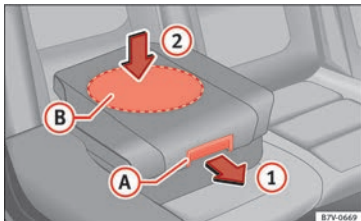

Abb. 97 Integrierter Kindersitz: Sitzpolster zurückklappen.
- Sitzpolster am Entriegelungshebel » Abb. 97 A in Pfeilrichtung 1 nach vorn ziehen.
Beim Zurückklappen des integrierten Kindersitzes nur in der Mitte auf das Sitzpolster drücken » Abb. 97 2. Andernfalls kann sich das Sitzpolster verkanten und nicht sicher einrasten.